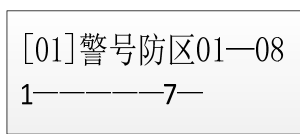
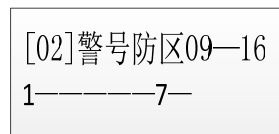
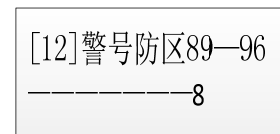

图 1-12
图 1-13
图 1-14
**例如：**屏幕如图 1-12 显示，表示防区 1、防区 7 报警时联动继电器闭合输出，防区 2~防区 6、防区 8 报警时不联动继电器输出；如图 1-13 表示防区 9、防区 15 报警时联动继电器闭合输出，防区 10~防区 14、防区 16 报警时不联动继电器输出。对讲面板按钮报警若需关联联动输出，则必须开通防区 96（如图 1-14）；否则对讲面板按钮报警时联动不输出。